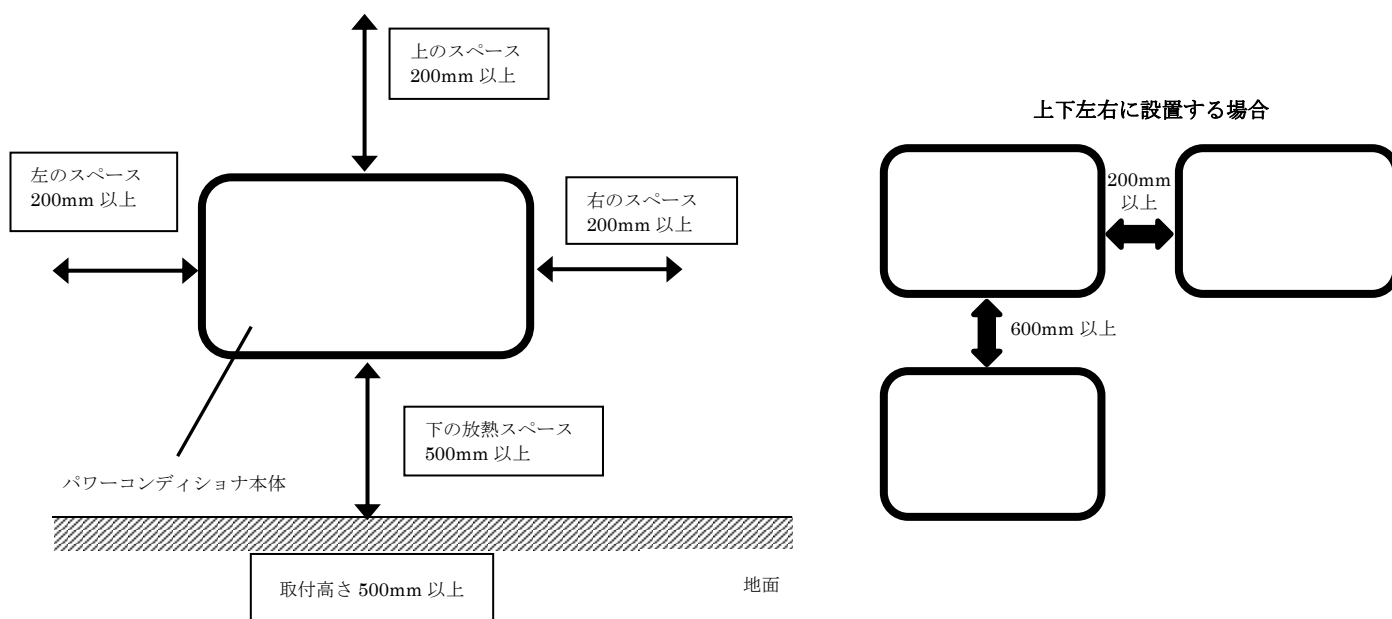

図 7-1 壁面取り付け時の周囲との最低スペース
- (1) パワーコンディショナは壁面に正しい方向で取り付けてください。
- (2) パワーコンディショナの質量 (壁取付板などを含め約 33kg) に十分耐える壁構造が必要です。
- (3) パワーコンディショナは水平に設置してください。
- (4) パワーコンディショナ全面には点検スペースとして 800mm 以上を確保することを推奨します。また、上下左右放熱スペース及び点検のために、図 7-1 に示すスペースが必要です。パワーコンディショナに同梱されている施工説明書を参照の上、正しく据付てください。